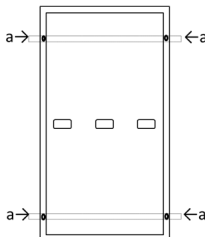

Bild A3: Position der Löcher für Schraubmontage
**Tabelle A3 Design Last bei Schraubmontage (Bild A3)**
**Tabelle.A3-1 Test Last bei Schraubmontage (Bild A3)**